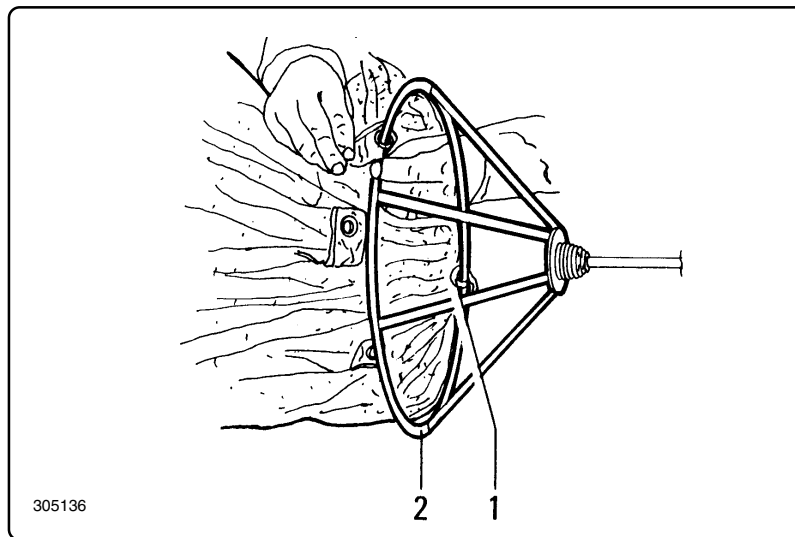

Fig. 7.5.2
- Sfilare la gabbia "6" e capovolgere il filtro mettendo a vista la fascetta di aggancio "1" fig. 7.5.2.
- Unscrew cage "6" and overturn the filter, exposing coupling clamp "1" fig. 7.5.2.
- Retirer la cage "6" et renverser le filtre en mettant en vue le collier d'accrochage "1" fig. 7.5.2.
- Extraer la jaula "6" y volcar el filtro de manera que la abrazadera de acoplamiento "1" fig. 7.5.2. quede visible.
- Introdurre la gabbia "2" fig. 7.5.2 e fissarla al filtro mediante le fascette "1" esistenti sul fondo del filtro.
- Insert cage "2" fig. 7.5.2 and fix it to the filter by means of clamps "1" at the bottom of the filter itself.
- Montez la cage "2" fig. 7.5.2 et fixez-la au filtre avec les colliers "1" présents sur le fond du filtre.
- Introducir la jaula "2" fig. 7.5.2 y montarla mediante las abrazaderas "1" que están en el fondo del filtro.